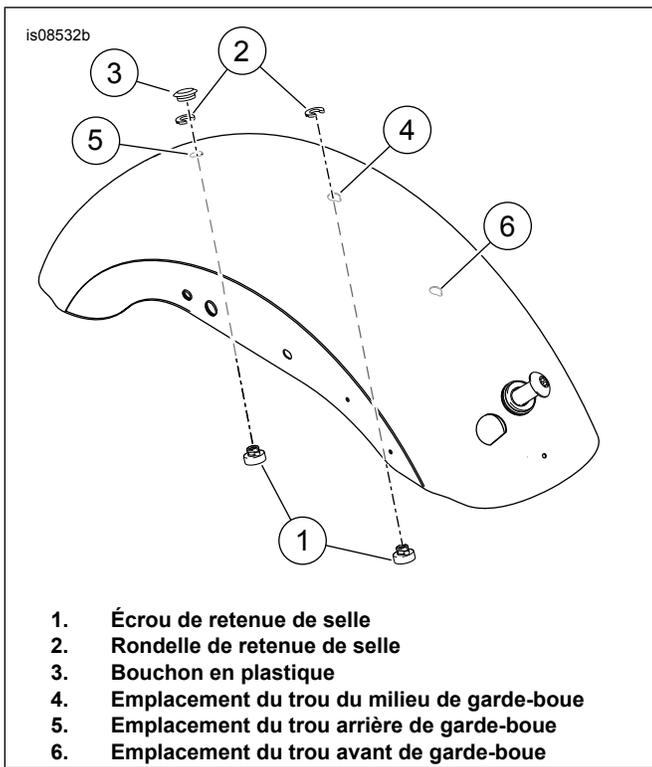

Figure 2. Emplacements de l'écrou et de la rondelle de retenue de la selle
2. Voir Figure 2. Retirer le bouchon en plastique (3) de l'emplacement du trou arrière dans le garde-boue.
3. Installer l'écrou de retenue (1) et une rondelle (2) à l'emplacement arrière sur le garde-boue d'où le bouchon a été retiré.